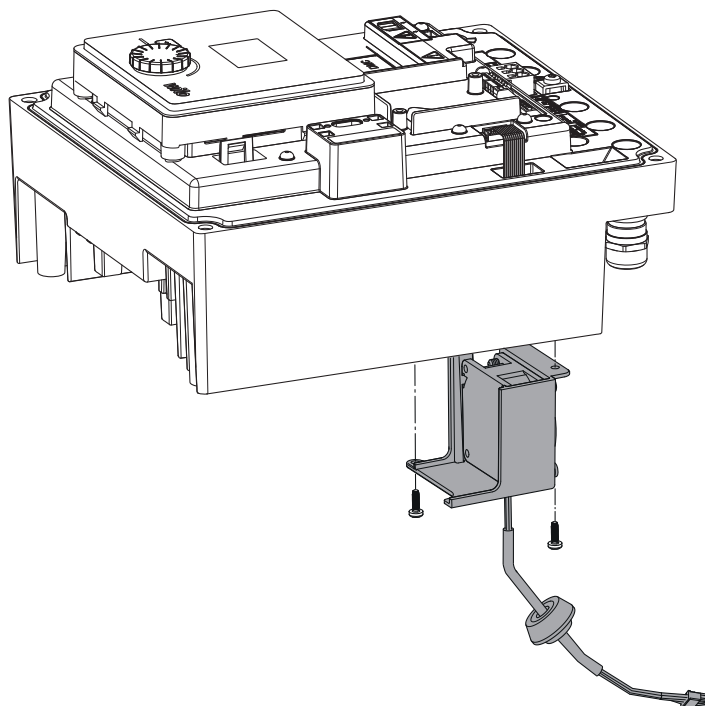

Fig. 45: Skidanje ventilatora modula zajedno s kabelom i gumenom brtvom
- Otvorite poklopac elektroničkog modula. (Fig. 45).